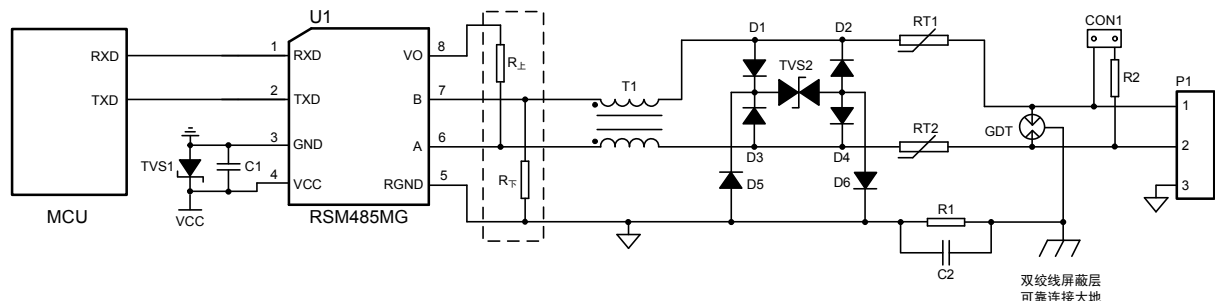

图 2 推荐应用电路
IEC/EN 61000-4-2 Contact $\pm 8\text{KV}/\text{Air} \pm 15\text{KV}$ (图 2)	Perf. Criteria B
若需要满足特定的浪涌等级要求，建议使用图 2 所示推荐的保护电路，表 1 给出了一组推荐的器件参数，推荐电路图和参数值只做参考，请根据实际情况来确定适当的参数值。
(1) RSM485MG 供电电压为 5V 时，模块 TXD 和 RXD 脚接口匹配电平为 5V，不支持 3.3V 系统电平；RSM485MG 供电电压为 3.3V 时，模块的 TXD 和 RXD 脚接口匹配电平为 3.3V，不支持 5V 系统电平；
(2) 未使用引脚 5、8 时，请悬空此引脚；
(3) 数据传输线请选用带屏蔽的双绞线，同一网络的屏蔽层请单点接大地；若要求 RS-485 网络具有更好的抗干扰能力，可使用双层屏蔽双绞线，每个节点的 RGND 连接至内屏蔽层，外屏蔽层再单点连接至大地；
(4) 如图 2 所示电路及表 1 所示参数，结电容 $C_{(A-GND)/(B-GND)}=40\text{pF}(\text{typ}, 1\text{V}, 100\text{Hz})$ ，RSM485MG 模块在结电容 $C_{(A-GND)/(B-GND)}\leq 4.7\text{nF}$ 的情况下，可以保持 500kbps 的通信速率；随着结电容 $C_{(A-GND)/(B-GND)}$ 增高，通信速率需降低；当结电容 $C_{(A-GND)/(B-GND)}=10\text{nF}$ 时，通信速率需降至 9600bps；
(5) 用户使用时一定要避免 VO 脚与 RGND 脚短路，否则会损坏模块，另外 VO 脚最好只用于上拉电阻电路，不要用于其它电路供电；
(6) 当 RSM485MG 模块的 TXD 脚为高电平时，模块同时处于接收状态和发送高电平状态，因此若需接收数据，请确保模块的 TXD 脚处于高电平；
(7) 从真值表特性可知，该系列隔离 RS-485 收发器模块当 A/B 线差分电压大于等于 -10mV 时，模块接收电平为高；当 A/B 线差分电压小于等于 -200mV 时，模块接收电平为低；当 A/B 线差分电压大于 -200mV 且小于 -10mV 时，模块接收电平为不确定状态，设计时要确保模块不处于该状态。所以用户在设计或应用 RS-485 网络时，要根据实际情况